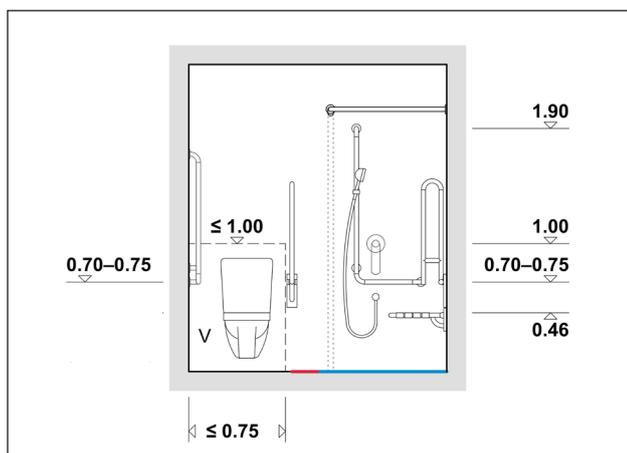

Fig. 2: élévation WC / Douche
- > Moins favorable: cuvette courte avec réservoir d'eau encastré dans doublage en saillie; doublage: largeur max. 0.75 m, hauteur max. 1.00 m (voir «V» dans les figures 2 et 3)
- > À côté du WC et de la robinetterie de douche (fig. 2)